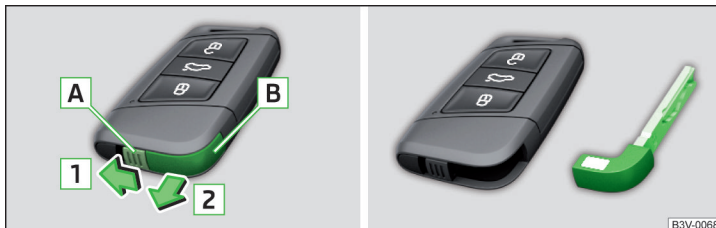

Abb. 344 Notschlüssel herausnehmen
- › Die Rastnase **A** in Pfeilrichtung **1** entriegeln und den Notschlüssel **B** in Pfeilrichtung **2** herausnehmen » Abb. 344.